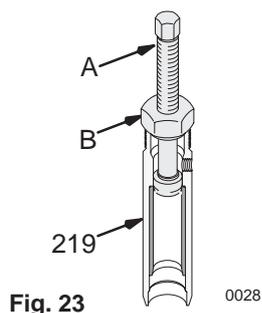

Fig. 23
- Retirar la camisa al efectuar el servicio a la bomba. Utilizar la herramienta especial no de pieza 224-787 solamente. Enroscar la tuerca (B) en el cilindro (219). Enroscar el vástago (A) para hacer salir la camisa. Véase la Fig. 23.